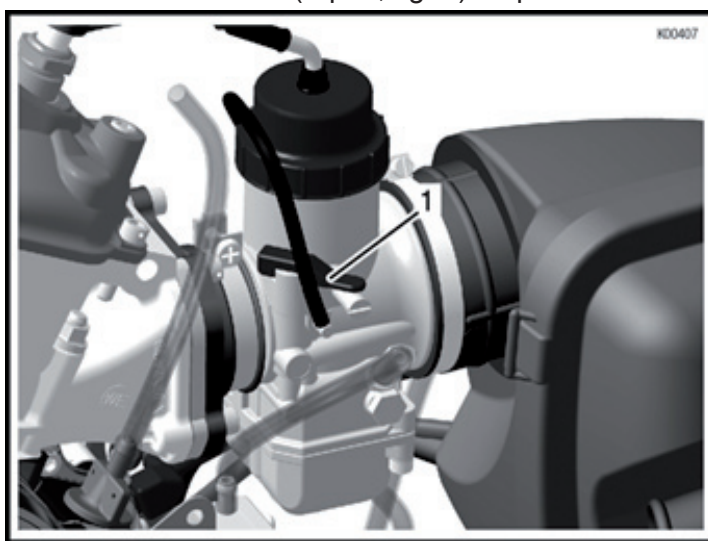

Fig. 6
- ➔ Sur un moteur froid, tirez le levier de starter (rep. 1, fig. 6) en position verticale.